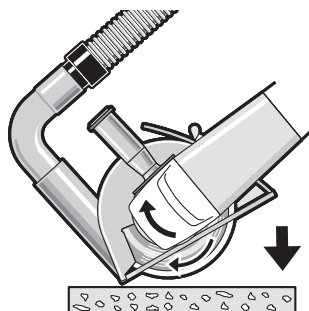

FIG. 19
- a. Incline la herramienta hacia delante con la rueda alineada con la línea de corte y sujete la herramienta por el cuerpo de la amoladora y el mango auxiliar (Fig. 19).